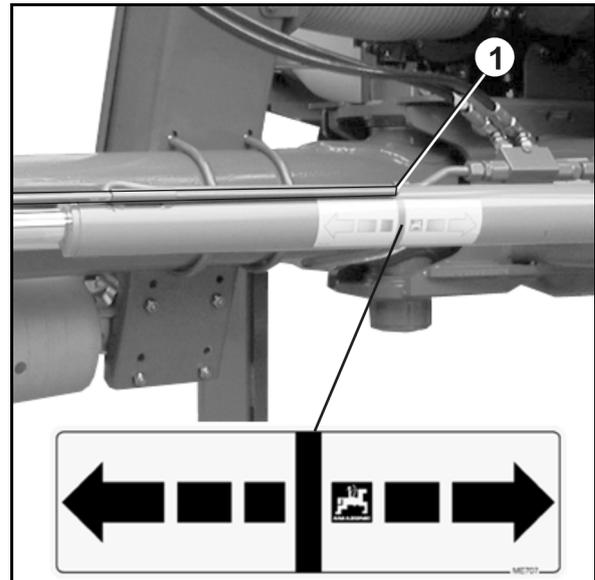

Fig. 39
1. Actionnez le distributeur *bleu* jusqu'à ce que le timon soit en position zéro (Fig. 39/1).